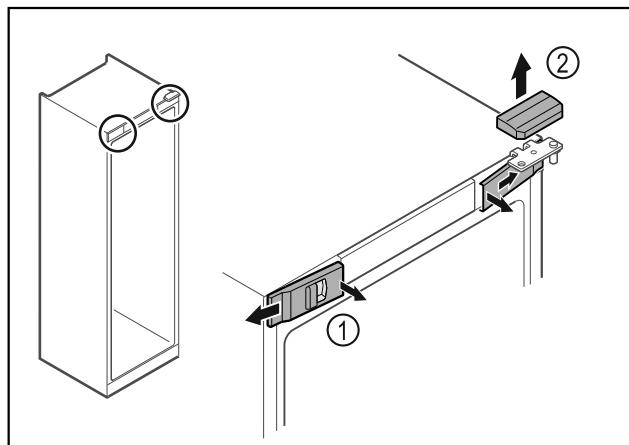

Fig. 16
- Izvadite prednje poklopce Fig. 16 (1) iznutra i skinite ih na stranu.
- Skinite gornji poklopac Fig. 16 (2) prema gore.